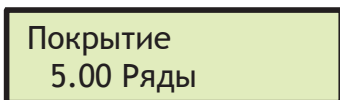

Рис. 32
- 4 Укажите покрытие рядов каждой одиночной секцией. Повторите это действие для каждой из секций: общая ширина будет рассчитана в автоматическом режиме (Рис. 32).